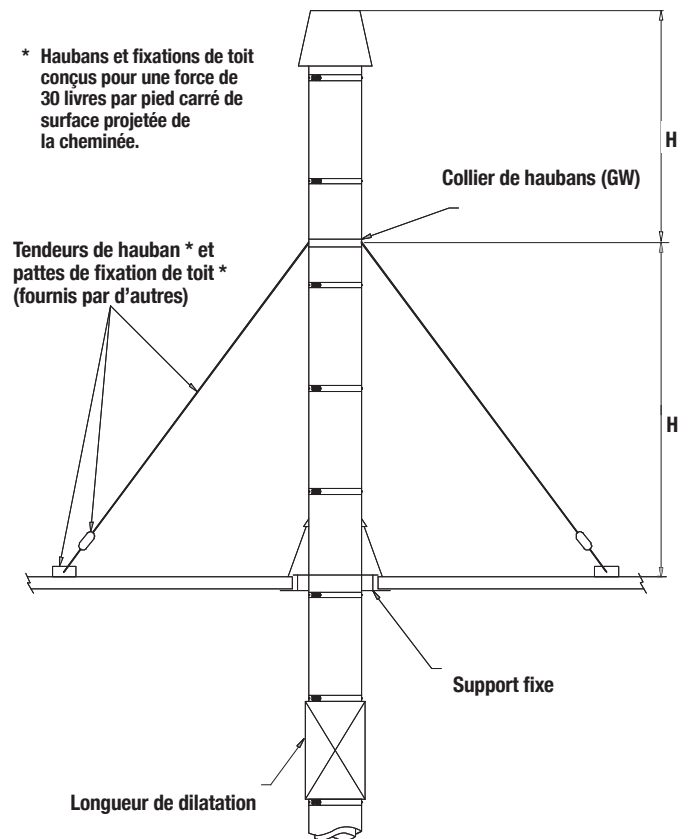

Figure 35 - Hauban
4. Pour minimiser l'effet de la dilatation thermique, une bonne pratique consiste à installer un support fixe et une longueur de dilatation au niveau du toit (voir Figure 35 - Hauban).